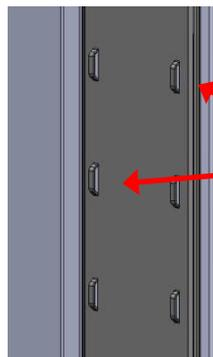

figura 20
2. Una el cable principal a la malla vertical de cable usando amarradores de velcro (figura 20).